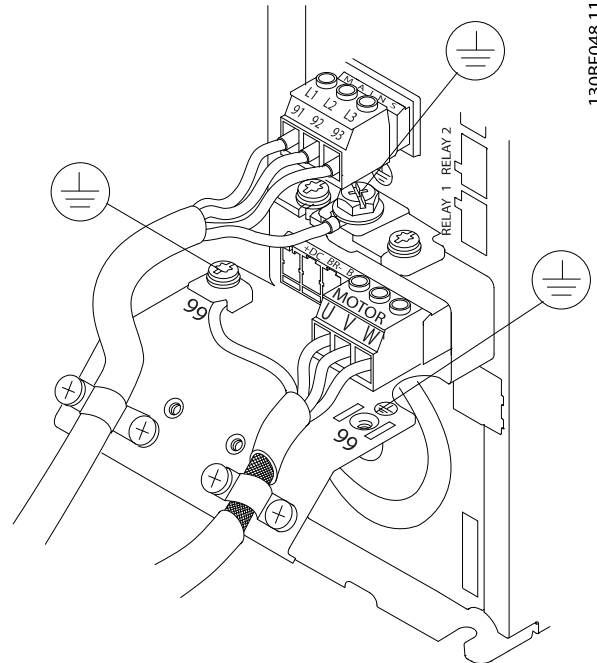

Рисунок 4.7 Пример подключения кабелей двигателя, силовых кабелей и заземления
На *Рисунок 4.7* показано подключение сетевого питания, двигателя и заземления для базовых преобразователей частоты. Фактические конфигурации отличаются для разных типов устройств и дополнительного оборудования.
1. Подключите проводку трехфазной сети переменного тока к клеммам L1, L2, и L3 (см. *Рисунок 4.7*).